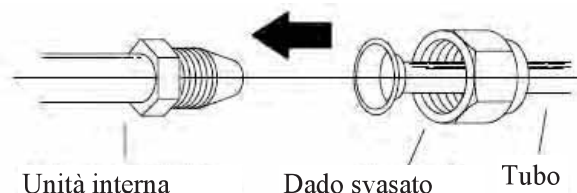

Fig. 5.7
1. Allineare il centro dei due tubi da collegare. Vd. Fig. 5.7.